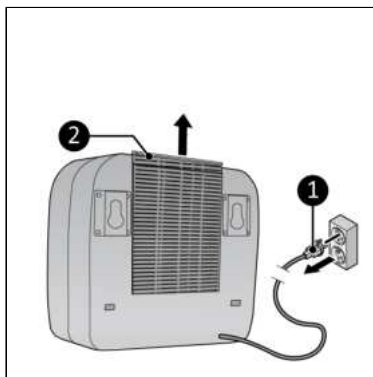

Figura 32.
- Cștecherul este scos (Figura 32, poz. 1) de la priză.
2. Trageți cadrul în sus (Figura 32, poz. 2) și scoateți filtrul.